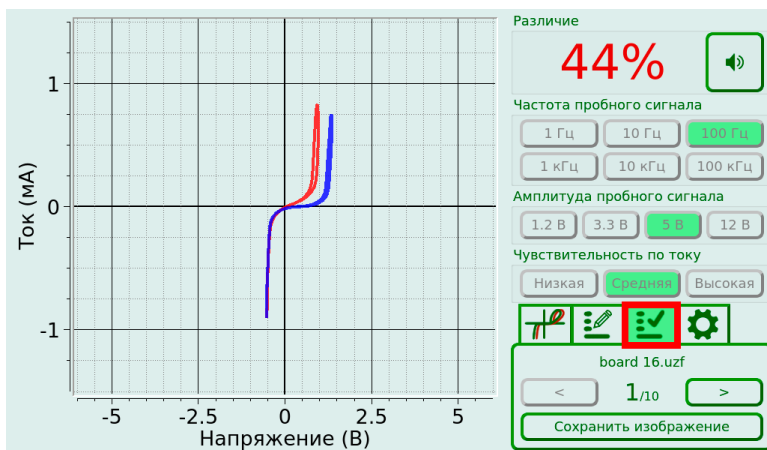

Рисунок 5. Внешний вид вкладки тестирования по плану.
2. Перейдите во вкладку режима тестирования по плану  (Рисунок 5).